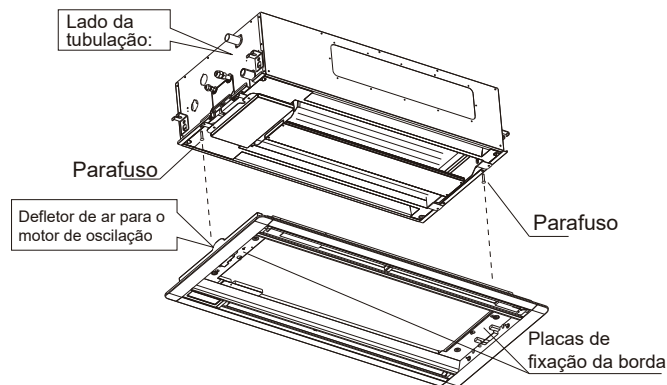
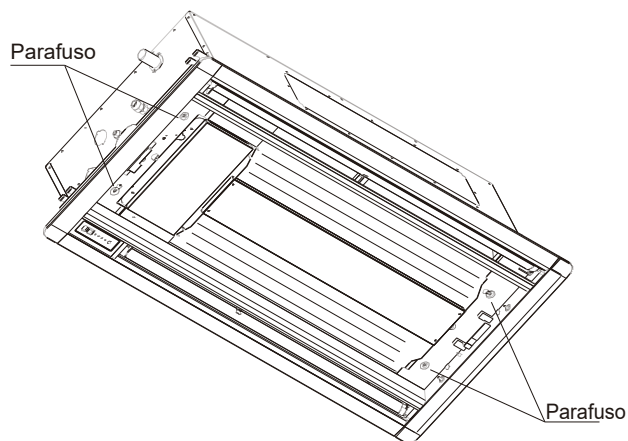

Figura 18
Figura 19
- Coloque dois parafusos de posicionamento (a partir dos acessórios do painel) e instale-os nas posições correspondentes do corpo da unidade, conforme mostrado na Figura 18 (aperte os parafusos cerca de 10 cm).
- Pendure as placas de fixação da estrutura do painel nos dois parafusos descritos na etapa (2) acima (é mais fácil começar pelo lado da descarga de água).
- Inverta para remover os parafusos de posicionamento instalados na etapa (2) e retire os outros dois parafusos dos acessórios do painel.
- Gire para apertar os quatro parafusos. A posição de montagem é como a mostrada na Figura 19. Prenda o painel ao corpo da unidade e verifique se não há espaço entre o painel e o teto.